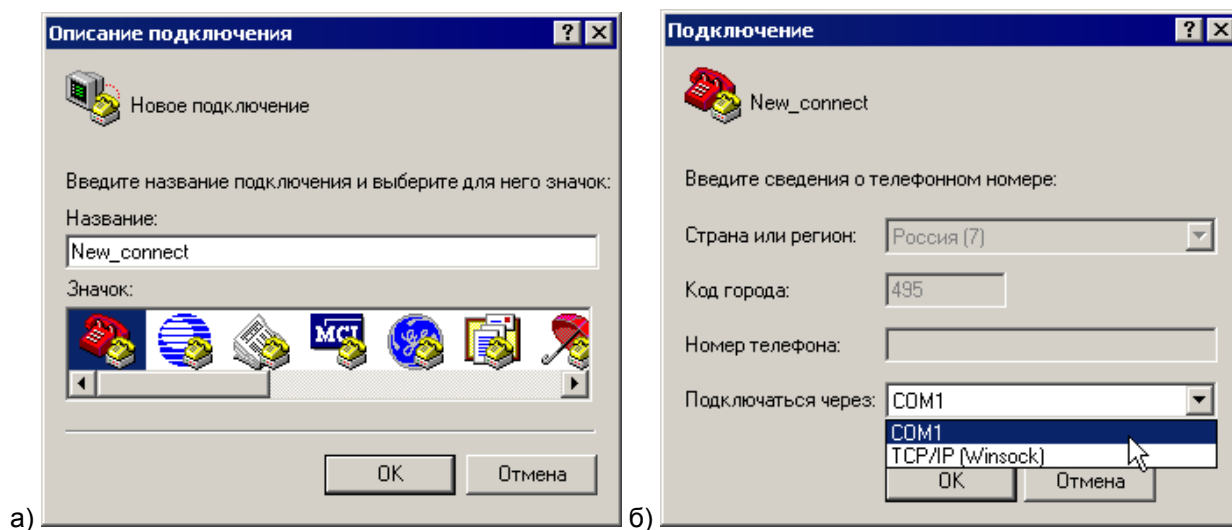

Рисунок 10.1 – Окна «Описание подключения» (а) и «Подключение» (б)
- 3) В открывшемся окне «Описание подключения» (см. рисунок 10.1, а) – в поле «Название» задать имя нового подключения и нажать кнопку «ОК»
- 4) В открывшемся окне «Подключение» (см. рисунок 10.1, б) – в поле «Подключаться через» выбором из раскрывающегося списка задать СОМ-порт, к которому подключен ПЛК, и нажать кнопку «ОК».